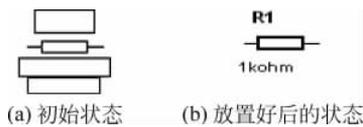

图 3.3 放置元器件
③ 从In Use List列表选取元器件。用户每次调用的元器件,都自动保留并显示在In Use List列表中。如果需要再次调用相同的元器件,可直接从In Use List列表中选取。
④ 放置元器件。在设置好元器件参数后,单击OK按钮。此时在电路工作区中,光标上带有一个悬浮的电阻,移动光标到合适的位置后,再次单击鼠标,所选元器件就放置于工作区中,如图3.3所示。